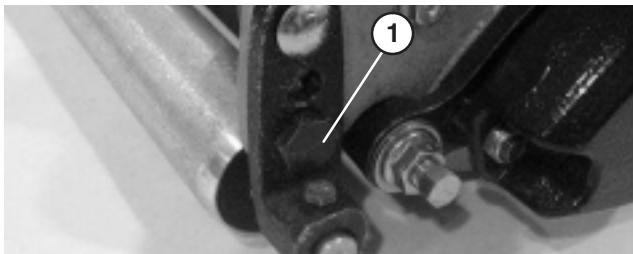

Figura 15
5. Mentre tenete saldamente il cilindro sulla piastra e premete sul rullo posteriore, girate il bullone di fissaggio inferiore del rullo destro (Fig. 15). Questo bullone di fissaggio è provvisto di un disassamento che, quando il bullone gira, funge da eccentrico (camma) per alzare ed abbassare il rullo. Il punto di identificazione sulla testa del bullone indica la posizione dello sfalsamento e la direzione di spostamento del lato destro del rullo quando si gira il bullone, e deve trovarsi sempre nella metà posteriore dell'arco, come illustrato nella figura 15.